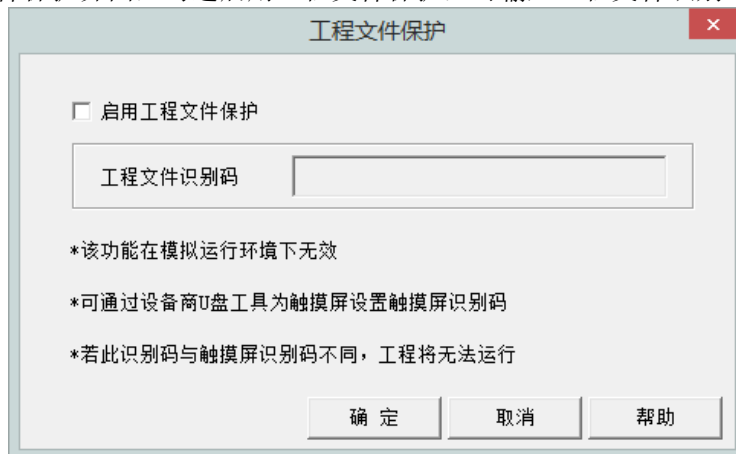

图 5.3.2
- 弹出工程文件保护界面,勾选启用工程文件保护,可输入工程文件识别码,如图 5.3.2。